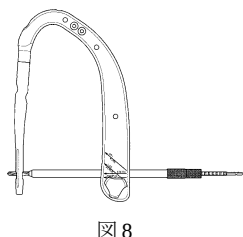

図 8
- 6) ターゲットデバイスにロックングスクリュー用ドリルスリーブを組み付けたロックングスクリュー用スリーブを装着し、ロックングスクリュー用ドリルを通し、ネイルのロックングスクリューホールに干渉しないで通過することをチェックします。(図 8)